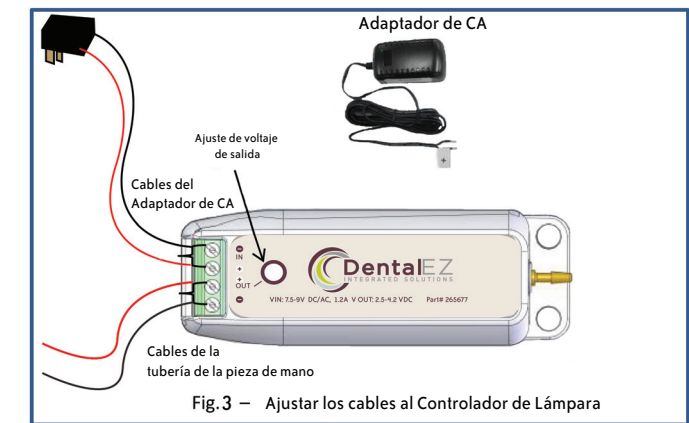

Fig. 3 – Ajustar los cables al Controlador de Lámpara
7. Ajuste los cables de la tubería de la pieza de mano a los terminales del Controlador de Lámpara como se muestra en la Fig. 3.